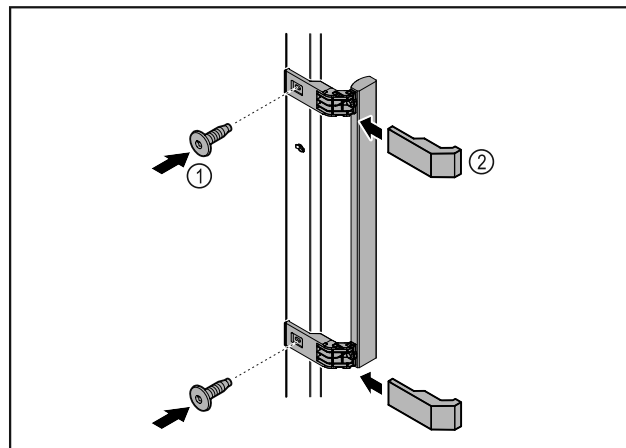

Fig. 48
- Montare sulla porta la maniglia contenuta nella confezione con le viti annesse Fig. 48 (1).
- Applicare la copertura Fig. 48 (2).